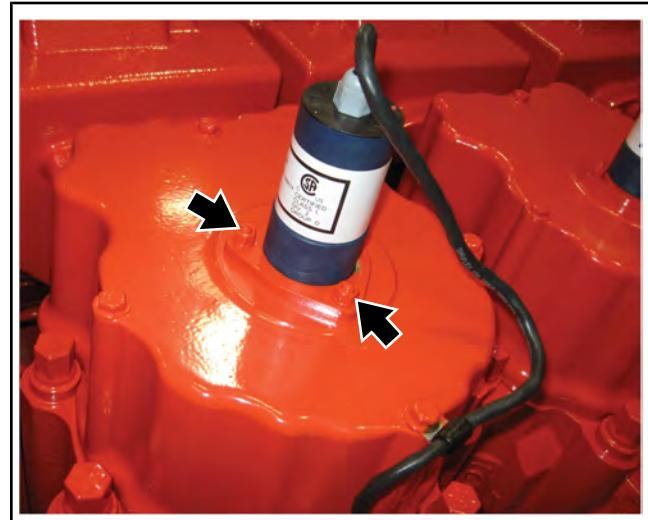

Рисунок 4.05-6: Демонтаж катушки зажигания
2. Снимите 3 шестигранные гайки и стопорные шайбы с катушки зажигания (см. Рисунок 4.05-6).